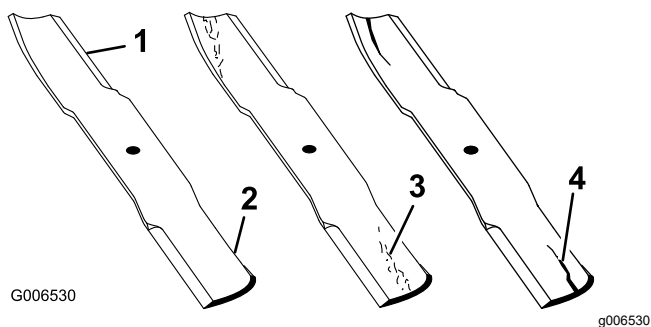

Figura 14
1. Inspeccione los filos de corte (Figura 14).
4. Si observa fisuras, desgaste o la formación de una ranura en esta zona, instale de inmediato una cuchilla nueva (Figura 14).